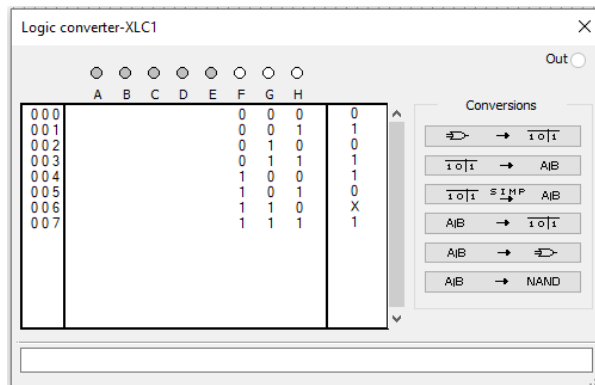

Рисунок 2.2. Логічний перетворювач (таблиця істинності)
3. Введіть у логічний перетворювач таблицю істинності (рис. 2.2). Для цього виконайте короткочасне натиснення лівої кнопки миші на контактах логічного перетворювача, що відповідають трьом молодшим логічним змінним (F, G, H). В результаті у вікні під контактами з'являться 8 комбінацій з “0” і “1”, що відповідають можливим значенням трьох логічних змінних. Задайте праворуч від цих значень значення логічної функції (“0”, “1” або “x”).